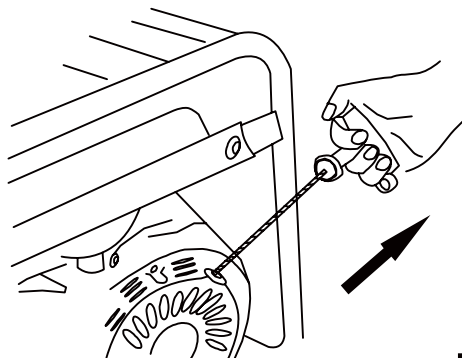

Рис. 14
- Запустите двигатель ручным стартером. **Будьте внимательны!** При вытягивании шнура стартера шнур может создавать отдачу. Возьмитесь за ручку шнура стартера. Медленно потяните шнур до возникновения сопротивления со стороны двигателя. Не допуская возврата ручки обратно продолжайте быстро тянуть ручку на полный взмах руки. Медленно (с натягом шнура) верните ручку в начальное положение (рис. 14). Двигатель должен запуститься.